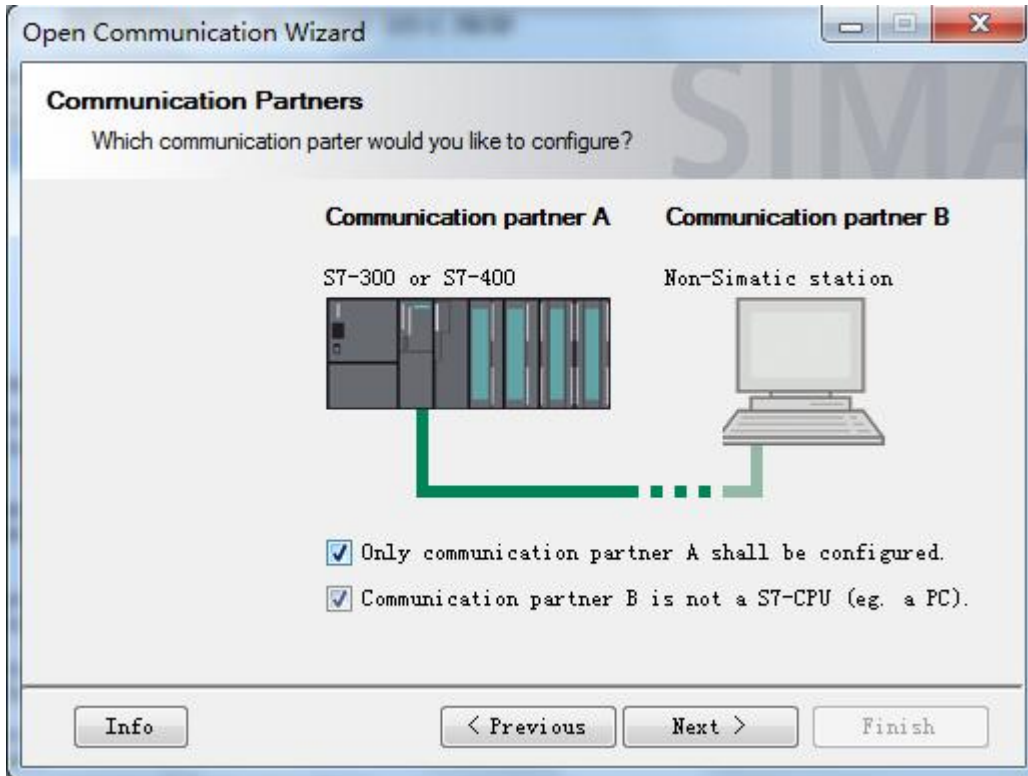

图 3-5 选择通信伙伴
3.5 点击 Next 至一步，因为本例中 S7-300 与通信伙伴 S7-1500 不在同一项目下而且通信伙伴 S7-1500 不是 S7-300/400 系列产品，所以勾选 **Only communication partner A shall be configured**(仅配置伙伴 A)和 **Communication partner B is not a S7-CPU(eg. A PC)**(通信伙伴 B 不是 S7-CPU)，如图 3-5 所示。